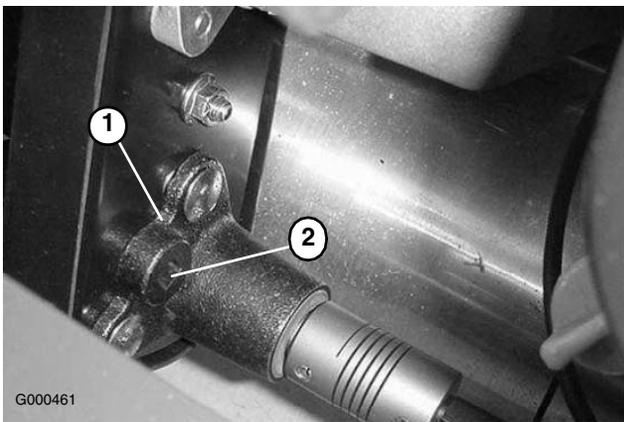

Figura 37
B. Servindo-se de uma chave de aperto de 3/8 pol., rode a caixa de mancal com uma torção de 4–4,5 Nm para ajustar a tensão da correia (Figura 37).